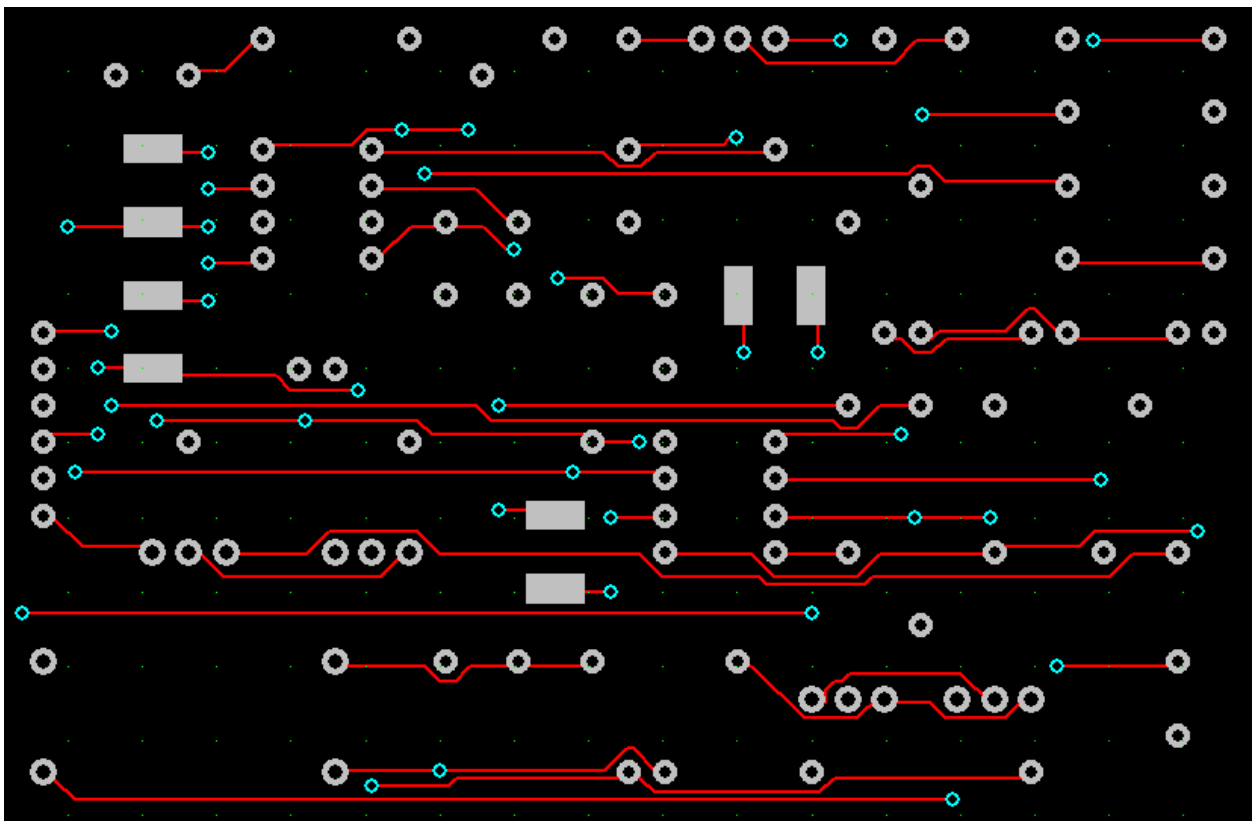

Рис. 3 Слой Top при автоматической трассировке
- 3.3 Также можно просмотреть полученный чертеж по слоям. Для просмотра верхнего слоя металлизации (**Top**) необходимо выполнить команду **Options**→**Layers** и сделать недоступными (**Disable**) все слои кроме указанного (рис. 3).